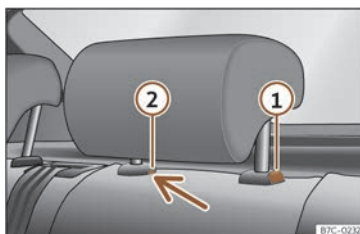

Fig. 94 Reposacaps del darrere: desmuntatge.
- Premeu la tecla >>> **fig. 94 ①** i, prement ara per l'orifici del fiador ② amb un tornavís pla de màxim 5 mm d'amplada, traieu el reposacaps.